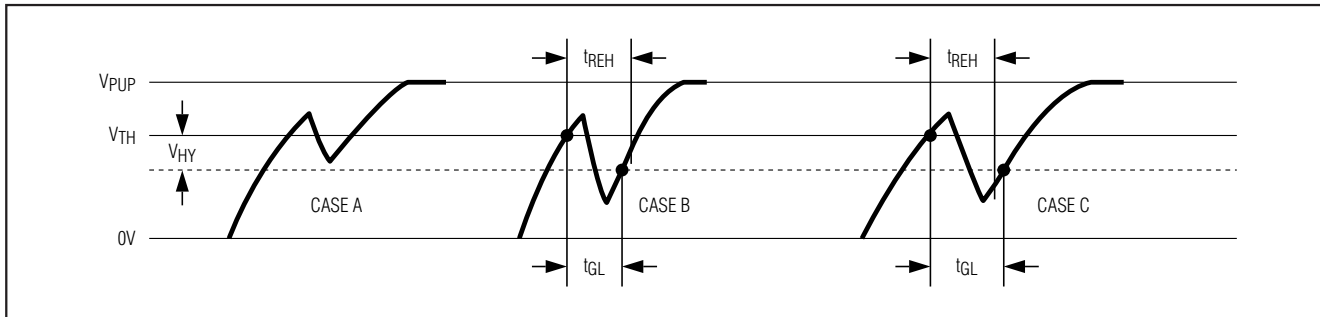

図14. ノイズ抑制の仕組み
- 3) ローからハイへのスイッチングスレッショルド V_{TH} にヒステリシスがあります。負のグリッチが V_{TH} を横切っても $V_{TH} - V_{HY}$ 未満に下がらなければ、これは検出されません(図14、Case A)。このヒステリシスはいずれの1-Wire速度においても有効です。
- 4) 立上りエッジのホールドオフ時間 t_{REH} で規定された時間ウィンドウがあり、この期間中はグリッチが $V_{TH} - V_{HY}$ スレッショルド未満に伸びていても無視されます(図14、Case B、 $t_{GL} < t_{REH}$)。 V_{TH} スレッショルドを横切った後に現われ、 t_{REH} ウィンドウを超えて伸びる深い電圧ドループやグリッチは、フィルタによる除去が不可能で、新しいタイムスロットの開始として認識されます(図14、Case C、 $t_{GL} \geq t_{REH}$)。